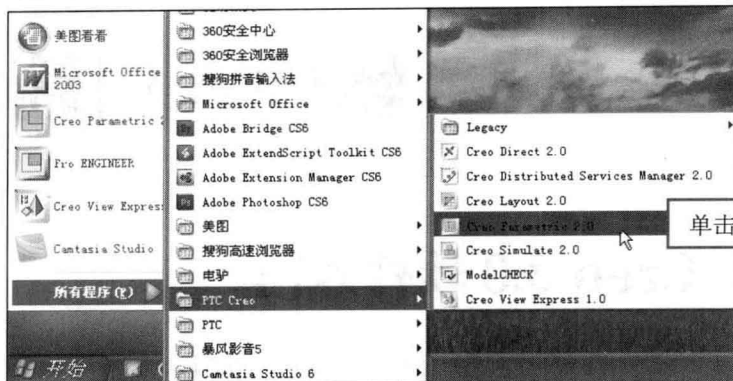

图 1-1 单击 Creo Parametric 2.0 命令
步骤 ① 在 Windows 操作系统下，单击屏幕左下角的【开始】|【所有程序 (P)】|【PTC Creo】|【Creo Parametric 2.0】命令，如图 1-1 所示。